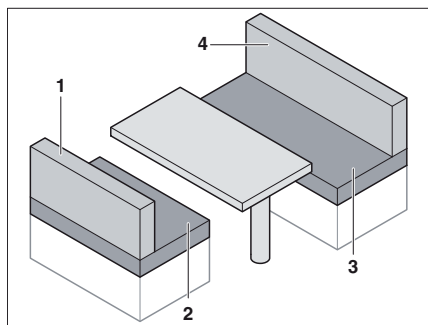

Fig. 74 Avant la transformation
- Retirer les coussins de dossier (Fig. 74,1 et 4).